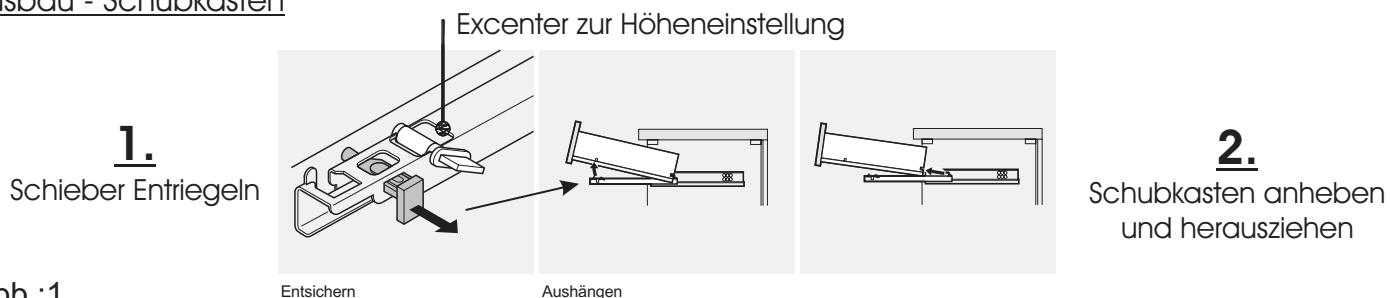

Abb.:1
1. Demontieren Sie zunächst die Schubkästen (Abb.:1). Der Kippsicherungswinkel ist werkseitig im oberen Bereich der Rückwand mittig montiert.